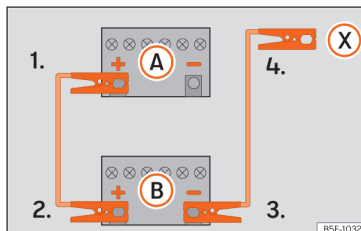

Abb. 54 Anschlusschema für Fahrzeuge ohne Start-Stopp-System.
zeugs mit der entladenen Fahrzeugbatterie (A) » » **Abb. 54**.
3. Klemmen Sie das andere Ende des roten Starthilfekabels an den Pluspol (+) des Strom gebenden Fahrzeugs (B).
- 4a. Bei Fahrzeugen ohne Start-Stopp-System: klemmen Sie ein Ende des schwarzen Starthilfekabels an den Minuspol (-) des stromgebenden Fahrzeugs (B) » » **Abb. 54**.